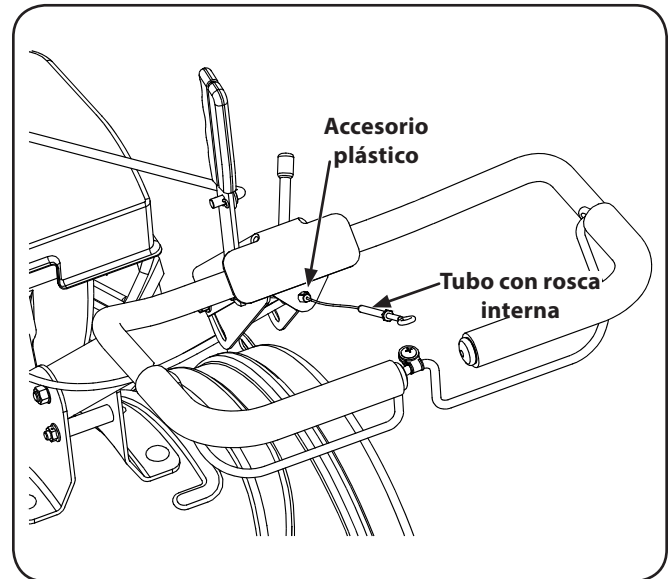

Figura 3-4
3. Empuje el cable a través del orificio del centro de la manija e introduzca a presión el accesorio plástico. Vea la Figura 3-4.